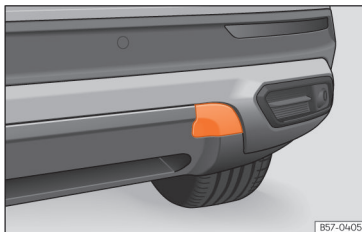

Рис. 199 Кришка на правому боці заднього бампера
Нарізний отвір для буксирувального вушка розташований на правому боці заднього бампера за кришкою >>> **рис. 199**.
- Натисніть на верхній край кришки >>> **рис. 199**.